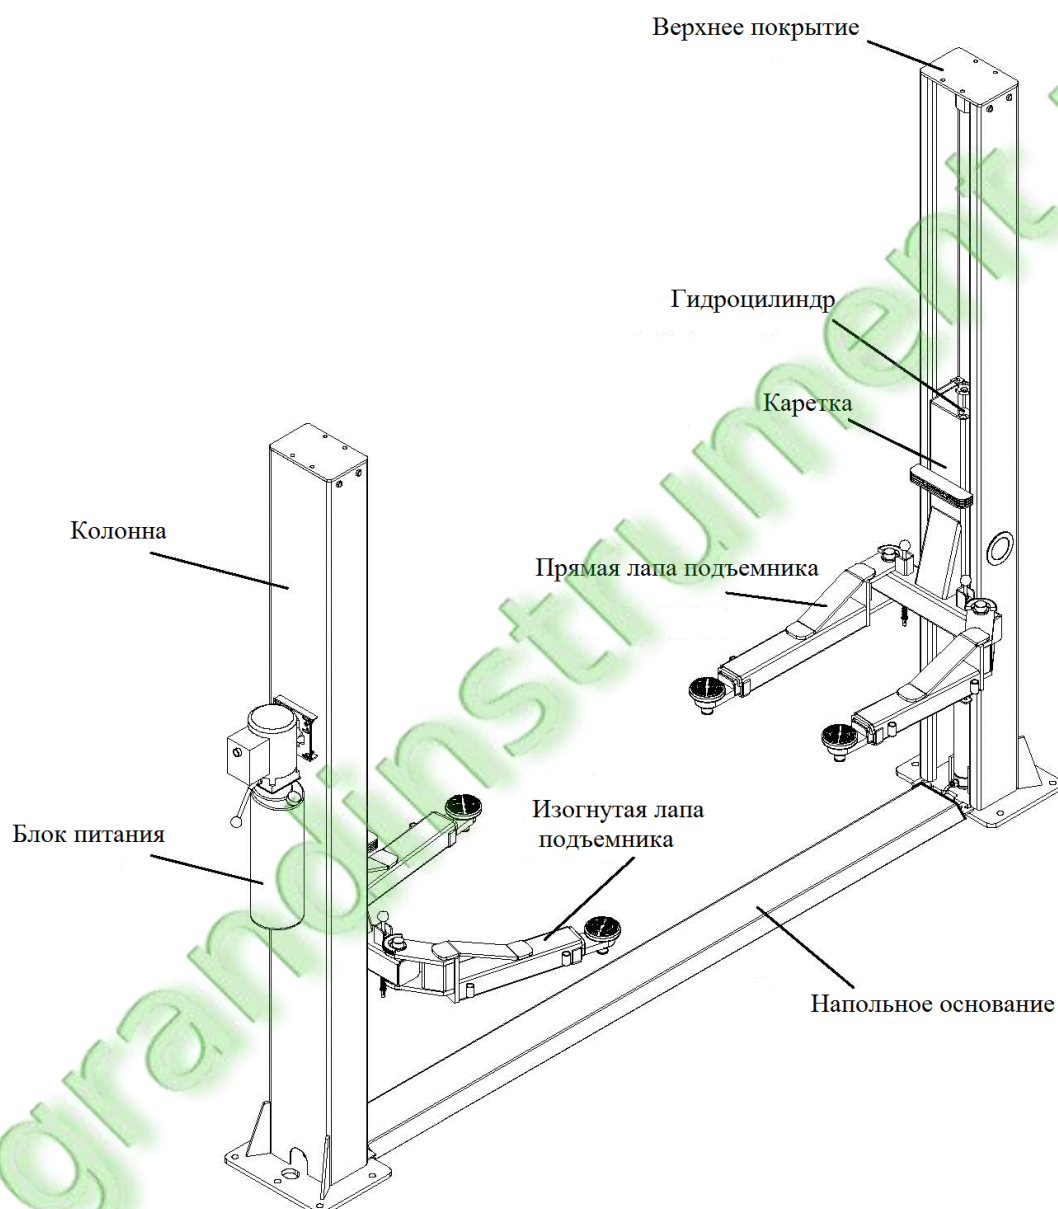

Рис. 2 – Конструкция подъемника
2.3 Конструкция подъемника (рис. 2)